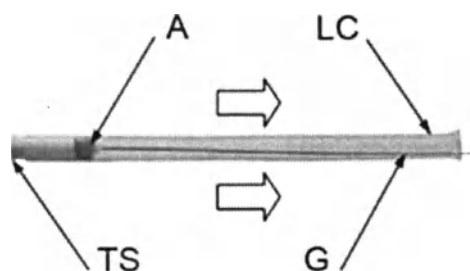

Рис. 13
- Соедините прозрачную трубку (LC) с транспортирующим капилляром (TS) и полностью протолкните изделие (A) внутрь подающего капилляра (TS) Рис. 13.